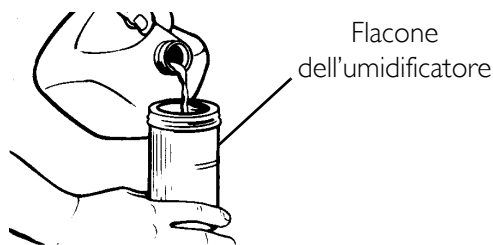
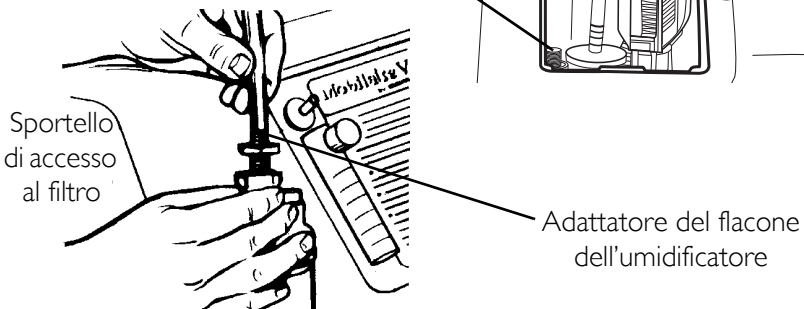

FIGURA 5.1 Riempimento dell'umidificatore
FIGURA 5.3 Collegamento dell'adattatore del flacone dell'umidificatore
NOTA: Per questa procedura, fare riferimento alla FIGURA 5.1 a pagina 80, FIGURA 5.2 a pagina 80, FIGURA 5.3 a pagina 81 e FIGURA 5.4 a pagina 82.
3. Rimuovere lo sportello di accesso al filtro situato sul lato del concentratore. Inserire un cacciavite a testa piatta nella scanalatura della piastra situata sul bordo superiore dello sportello di accesso al filtro e aprire con delicatezza lo sportello. Vedere DETTAGLIO "A" nella FIGURA 5.3.
4. L'adattatore dell'umidificatore si trova vicino al filtro di entrata. Tirare verso l'alto e rimuovere l'adattatore del flacone dell'umidificatore. Vedere Dettaglio "B" nella FIGURA 5.3.
5. Collegarlo all'umidificatore ruotando in senso antiorario il dado ad alette del flacone fino a fissarlo saldamente. Vedere Dettaglio "C" nella FIGURA 5.3.